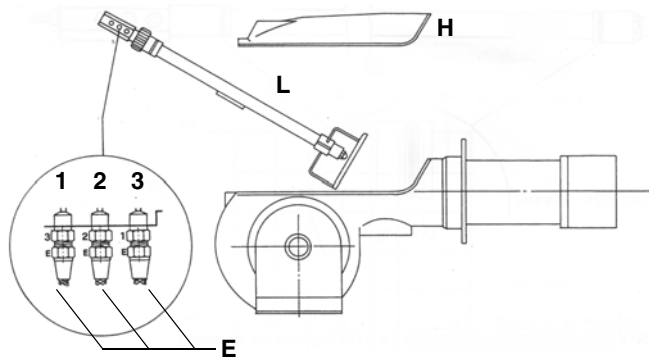

Fig. 24
- Dévisser les connecteurs fioul E (Fig. 24) qui fixent les tuyaux flexibles du fioul à la lance L et enlever le groupe complet comme indiqué sur la figure.